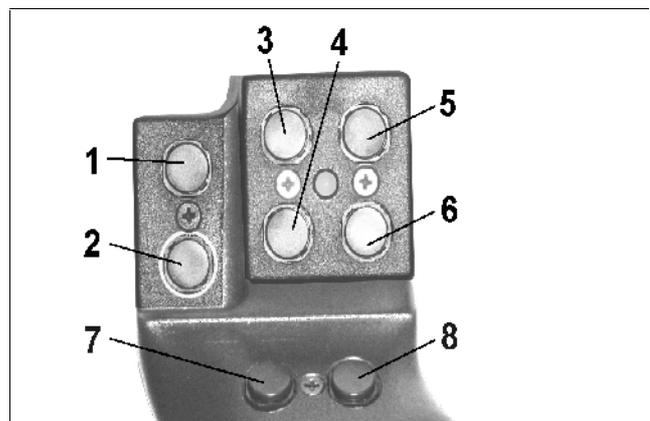
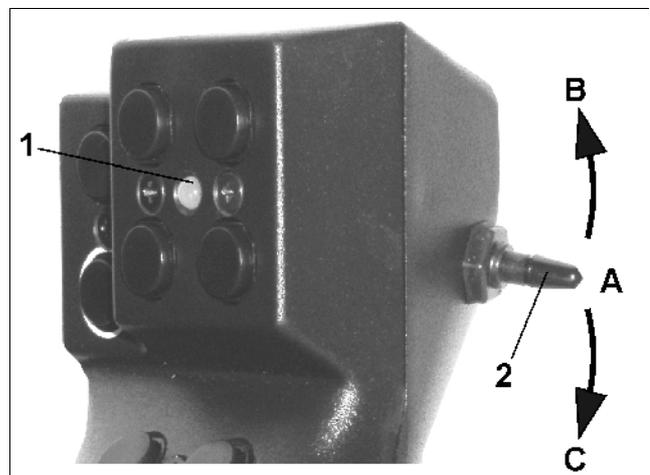

Fig. 62
Fig. 63
Pour commander l'**AMATRON**⁺ la poignée multifonctions (Fig. 62) dispose de 8 touches (1 - 8). En outre, le commutateur (Fig. 63/2) permet de changer 3 fois la fonction des touches.
- la position centrale (Fig. 63/A) et peut être déplacé vers
- le haut (Fig. 63/B) ou
- le bas (Fig. 63/C).
La position du commutateur est affichée par une diode lumineuse (Fig. 63/1).